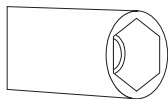

Рис. 4
3. Для замены жиклеров используйте ключ-шестигранник (Рис. 4).